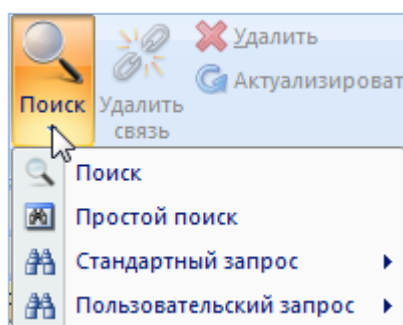

Рис. 5-50 – Меню кнопки «Поиск»
Кнопка «Поиск» панели «Правка» предназначена для выполнения поиска данных по заданным параметрам или с помощью запросов (стандартных и созданных пользователем) в активном рабочем окне. Для некоторых типов рабочих окон набор пунктов меню кнопки «Поиск» может отличаться от приведенного примера на рис. 5-50.
- 1) Нажать кнопку «Поиск» панели «Правка» и в раскрывшемся списке выбрать пункт «Поиск» (рис. 5-50).
1) Нажать кнопку «Поиск» панели «Правка» и в раскрывшемся списке выбрать пункт «Простой поиск» (рис. 5-50).